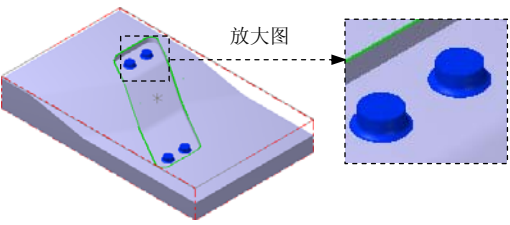

图 14.22 选取干涉面
(2) 单击 **干涉面** 区域中的  按钮, 选取图 14.22 所示的面为干涉面 (共 20 个), 然后按 **Enter** 键, 再单击  按钮完成加工面和干涉面的选取, 同时系统返回至“刀具路径的曲面选取”对话框。